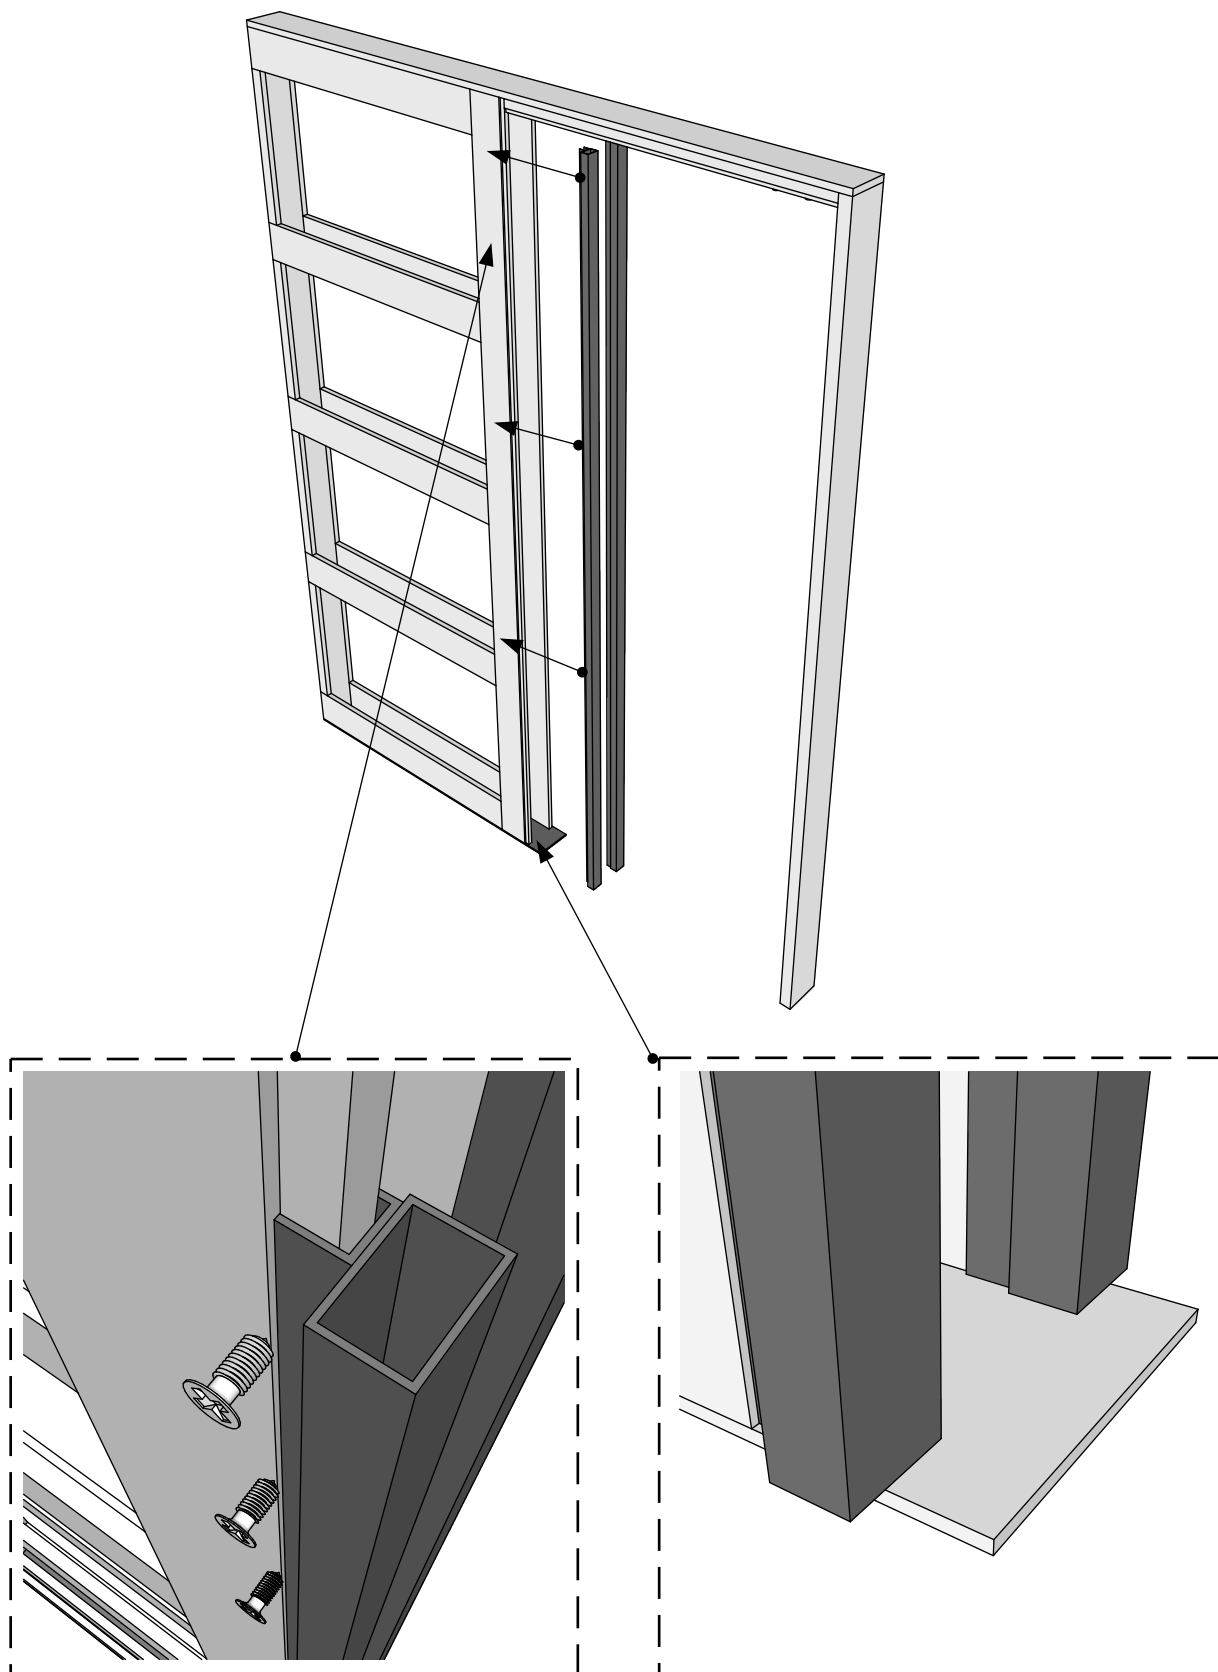

Рисунок 15
4.8 Установить жёсткости (деталь L) на боковые стойки (деталь В) и закрепить саморезами 4,2\*16 (Рис. 15). При монтаже следить, чтобы больший выступ у жёсткости был с внешней стороны. Жёсткости совместить с нижним краем боковых стоек.